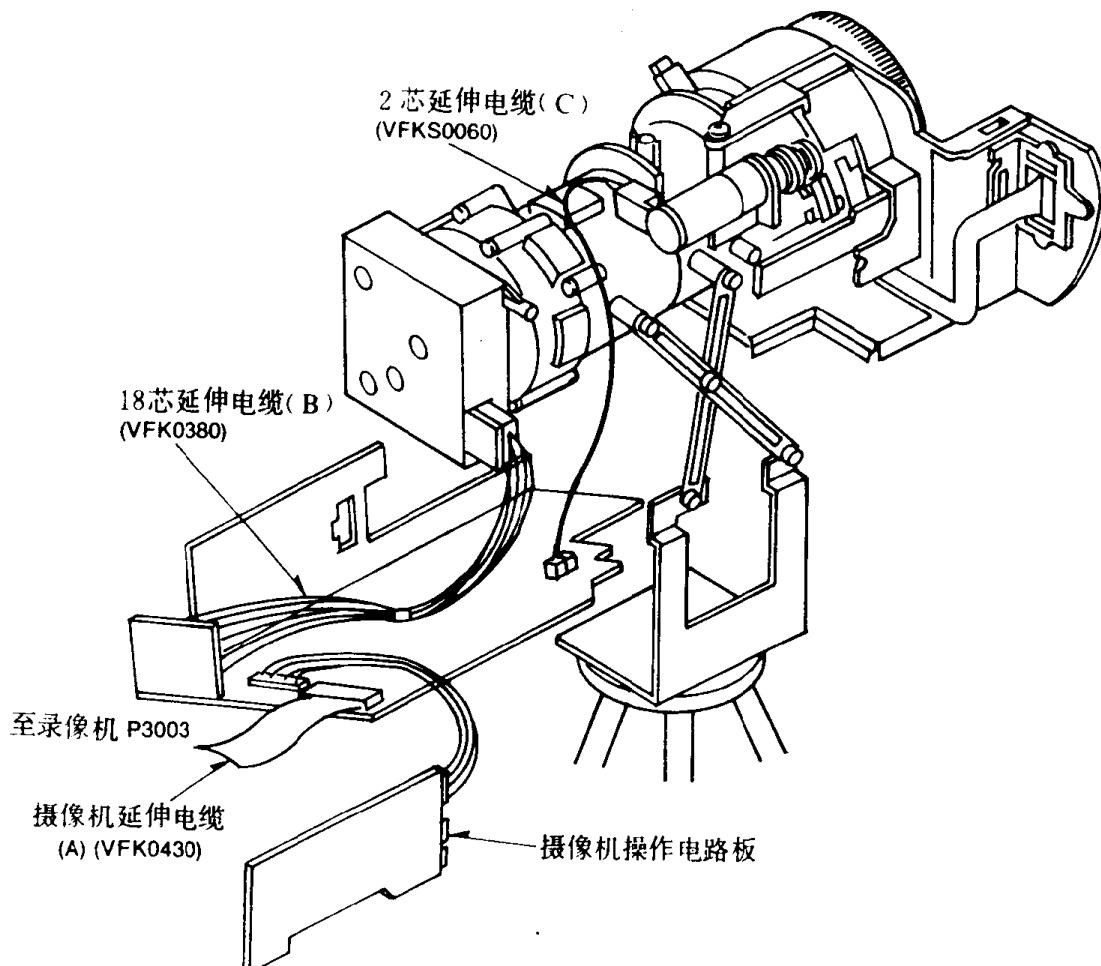

图 1-10
当维修摄像机部分时，必须连接 18 芯延伸电缆 (B) (VFK0380) 和 2 芯延伸电缆 (C) (VFKS0060)，如图 1-10 所示。